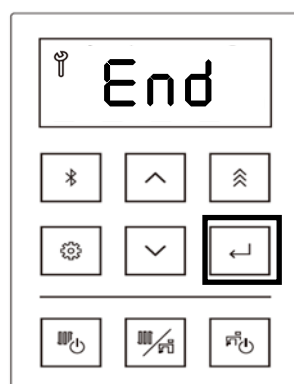

Figure 137
- d. Laisser l'eau circuler dans la chaudière pendant cinq (5) minutes.
13. Appuyer sur la touche de sélection, l'écran affiche « End » (Figure 137).